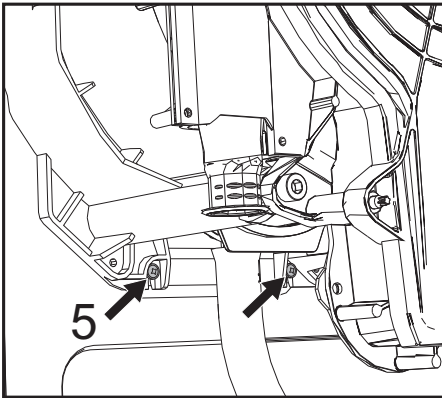

fig. 49
- Afloje los dos tornillos inferiores "5" que fijan el intercambiador al bastidor (fig. 49)